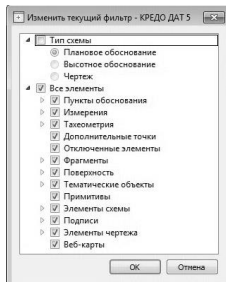

Рис. 16 Фильтр видимости
- В окне **Фильтры видимости элементов** включите тип схемы - **Плановое обоснование**, а в узле **Измерения** включите видимость **Наземные** и **Спутниковые** (рис. 16).